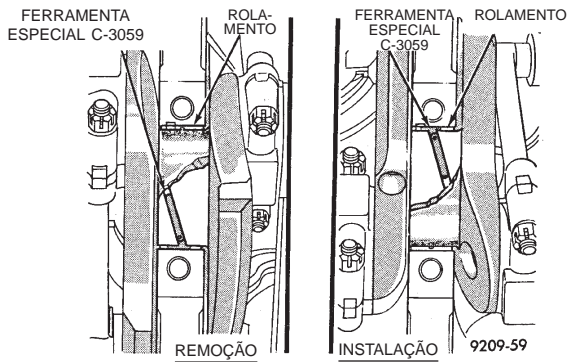

Fig. 47 Remoção e Instalação do Rolamento Principal Superior com a Ferramenta C-3059
- (1) Remova o cárter de óleo.
- (2) Remova a bomba de óleo da tampa de rolamento principal traseiro.
- (3) Identifique as tampas de rolamento antes da remoção. Remova as tampas de rolamento uma de cada vez.
- (4) Remova a metade superior do rolamento inserindo a Ferramenta do Removedor/Instalador do Rolamento Principal do Eixo de Manivelas C-3059 no orifício de óleo do eixo de manivelas (Fig. 47).
- (5) Gire lentamente o eixo de manivelas no sentido horário, forçando para fora a metade superior da blindagem do rolamento.
(1) Trabalhe o rolamento no lugar e insira a Ferramenta do Removedor/Instalador do Rolamento Principal do Eixo de Manivelas C-3059 no orifício de óleo do eixo de manivelas (Fig. 47).
(2) Gire lentamente o eixo de manivelas no sentido anti-horário deslizando o rolamento na posição adequada. Remova a Ferramenta C-3059.
(3) Instale as tampas de rolamento. Limpe e lubrifique os parafusos. Aperte as capas dos parafusos com um torque de 115 N·m (85 pés-lb.).
(4) Instale a bomba de óleo.
(5) Instale o cárter de óleo.